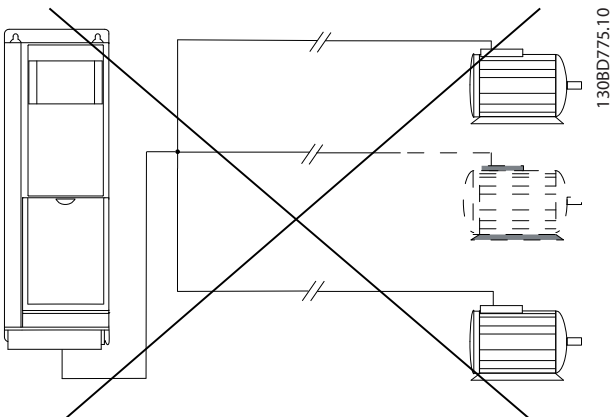

Abbildung 3.17 Gemeinsame Anschlussverbindung bei langen Kabeln
- Verwenden Sie bei langen Kabeln keine gemeinsame Anschlussverbindung, siehe *Abbildung 3.17*.